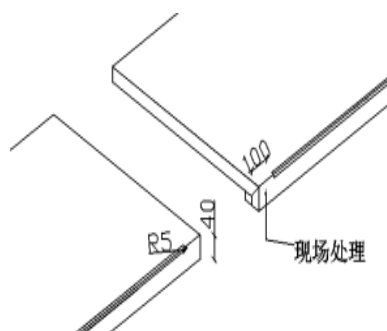

图 5-4-4
5.4.4 现场倒角工艺要求：距离拼接处 50mm-100mm 之间需允许轻微爆边、粗糙，现场倒圆角处理。如图 5-4-4；